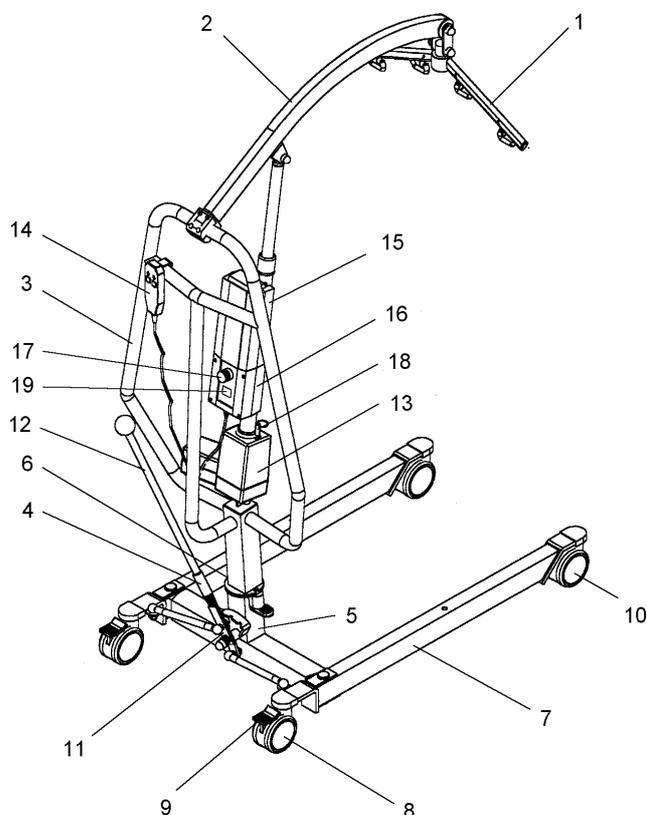

Abb. 1 Gesamtübersicht
- Ziehen Sie den Stift am Spindelmotor (Abb. 1, Pos. 19) an der Öse und halten Sie ihn gezogen. Der Motor senkt sich langsam ab.